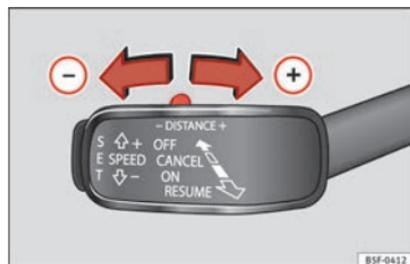

Fig. 203 Levier de commande : réglage de la distance.
- Pour indiquer la distance actuellement programmée, appuyez brièvement sur la commande à bascule »» fig. 203.